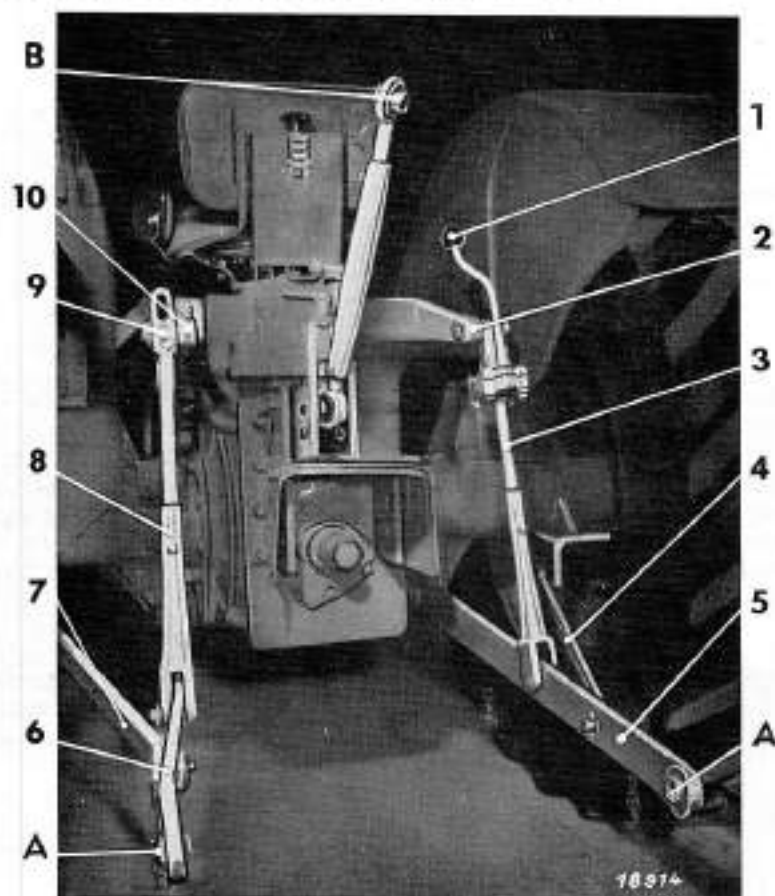

Figure 36
L'attelage trois points est constitué par les 2 bras inférieurs (5 et 6), par le bras supérieur (B) et les deux chandelles (3 et 8) — Voir fig. 36 —. La chandelle de droite est pourvue d'un volant permettant d'en modifier la longueur en fonction de la hauteur du point d'attache de l'outil. Pour prévenir un actionnement involontaire du volant permettant de modifier la longueur de la chandelle, il peut être verrouillé à l'aide d'une douille mobile. (Voir fig. 39 et 40)
Le débattement des bras inférieurs est limité par les barres de rigidation (4 et 7 de fig. 36). Les rotules des bras inférieurs sont à maintenir propres; ne jamais les enduire de graisse, cette dernière formant avec le sable une pâte abrasive qui détruirait à bref délai les rotules.